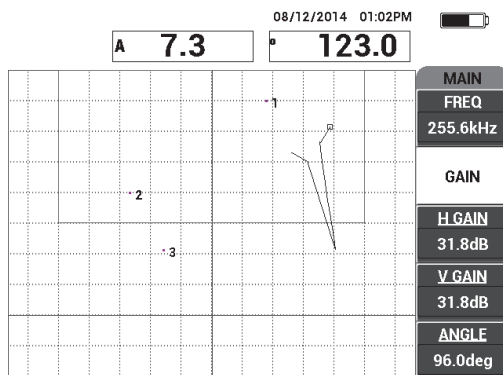

Figura 6-51 Il guadagno regolato per il punto più alto
12. Regolare il parametro **GUAD.** (tasto B) per regolare il punto più alto ad approssimativamente il 90% dell'altezza dello schermo (vedere Figura 6-51 a pagina 174).